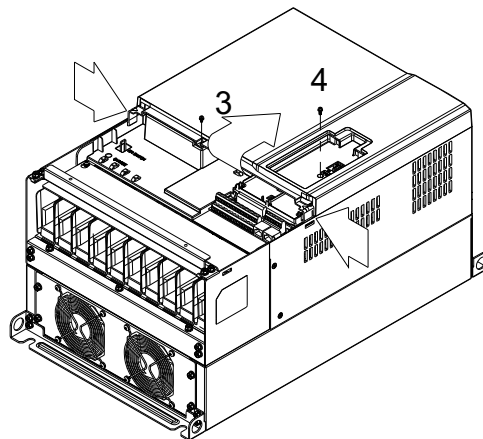

图 2
2. (如图 2) 移除螺丝 3、4 后, 再按压两侧卡勾移除上盖。